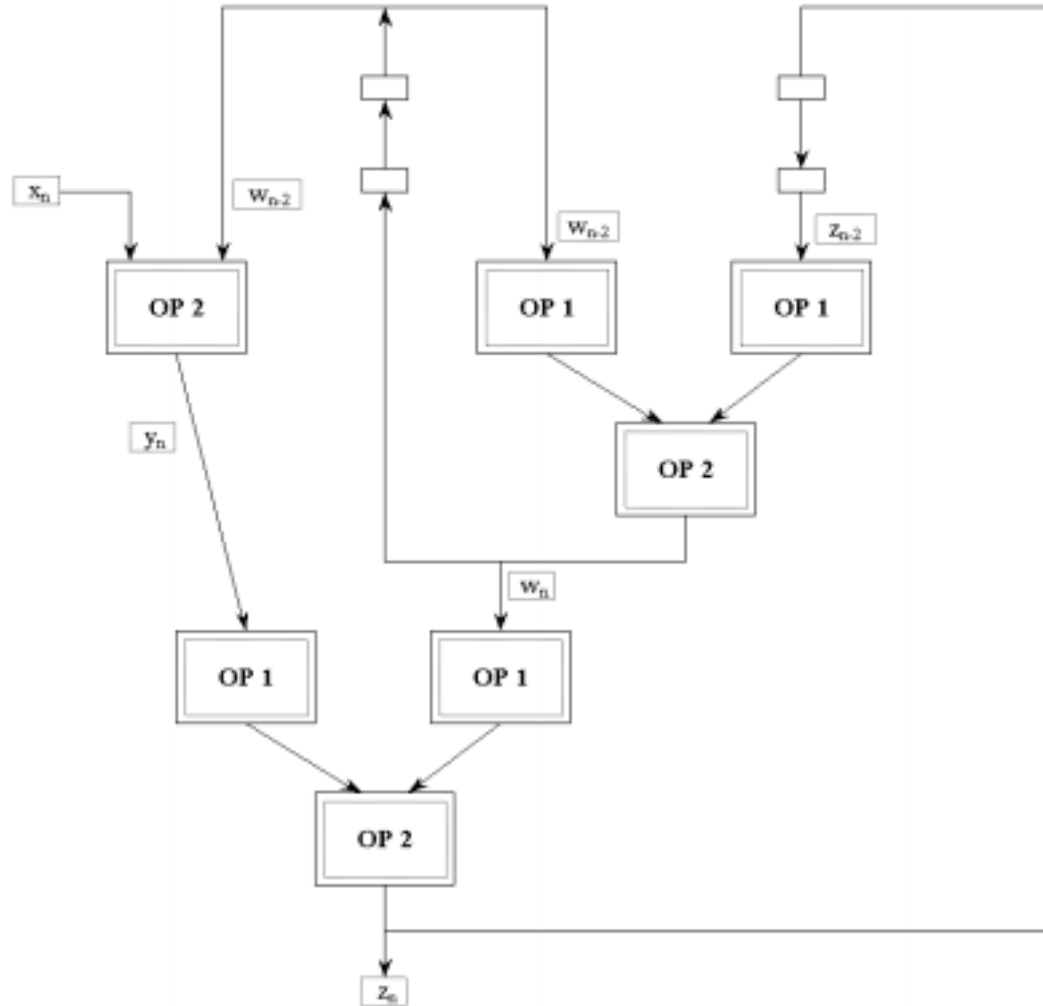

Figure 4
- 1) On cherche à implanter cette application à l'aide de l'architecture donnée par la figure 4. Les opérateurs OP1 et OP2 ont même temps de propagation égal à 25 ns.